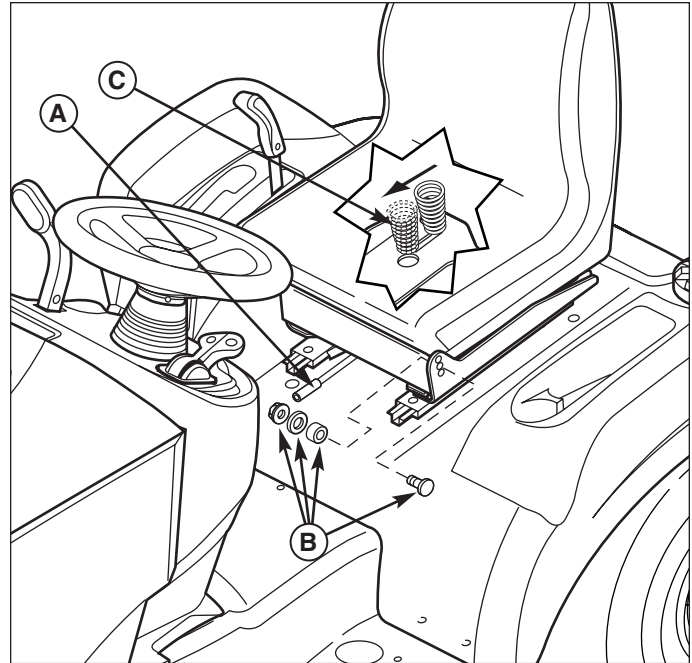

Figure 28. Réglage du siège
L'inclinaison du siège peut être réglée sur une des trois positions. Pour la régler, retirer les boulons mécaniques, écarteurs, rondelles et écrous (B, Figure 28) de la charnière et les remonter dans les trous souhaités.
Le siège peut être réglé d'avant en arrière. Actionner le levier (A, Figure 28), mettre le siège sur la position désirée et relâcher le levier pour le verrouiller en place.
Les ressorts du siège (C, Figure 28) peuvent être réglés pour procurer une conduite plus douce ou plus ferme. Incliner le siège vers l'avant et faire glisser l'ensemble de ressort (C) vers l'avant pour une conduite plus douce, vers l'arrière pour une conduite plus ferme.